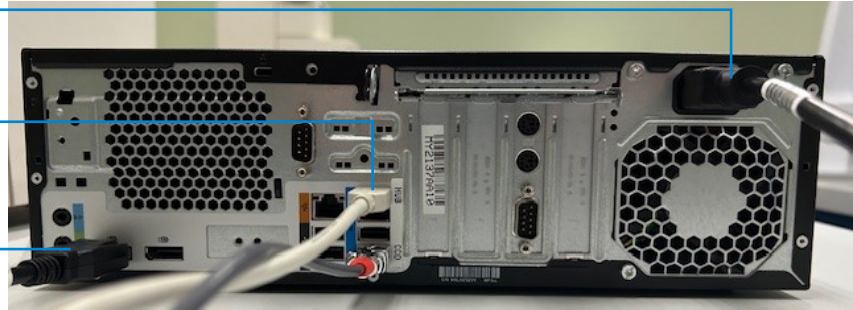
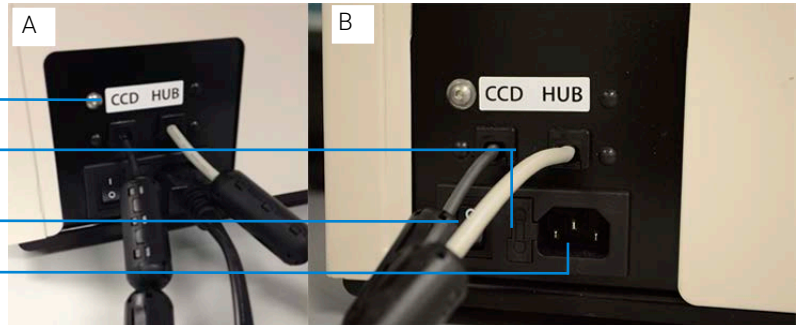

Abbildung 2 Rückseite des PC mit allen elektrischen Anschlüssen
Abbildung 3 Rückseite des Geräts mit allen elektrischen Anschlüssen
Auf der Rückseite des Fragment Analyzer System befindet sich das Kommunikationspanel, über das die notwendigen Anschlüsse an den Gerätecomputer und die Steckdose für den Betrieb vorgenommen werden (**Abbildung 2** und **Abbildung 3**).
- Anschluss **Abbildung 2**: Rückseite des PC
- Anschluss **Abbildung 3**: Vom Fragment Analyzer System